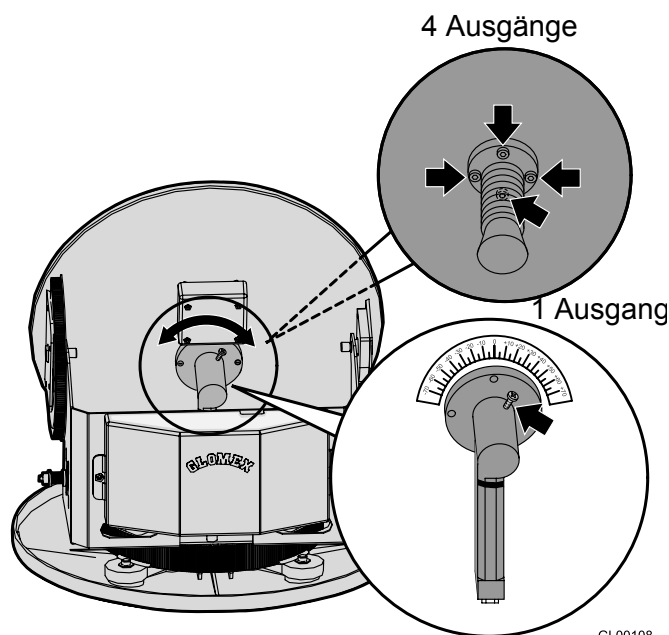

Abb. 26
- Für Modelle mit einem Ausgang, die Schrauben, die den LNB an der Scheibe befestigen (siehe **Abb. 26**) lockern. Bewegen Sie die Scheibe von Hand und nehmen Sie den Parameter der Signalqualität des benutzten Digitalempfängers als Bezug für eine korrekte Kalibrierung (bitte nehmen Sie Bezug auf das Handbuch des Empfängers selbst). Die Kalibrierung braucht nicht mehr geändert zu werden, wenn das Boot im selben Bereich bleibt und denselben Satelliten empfängt.